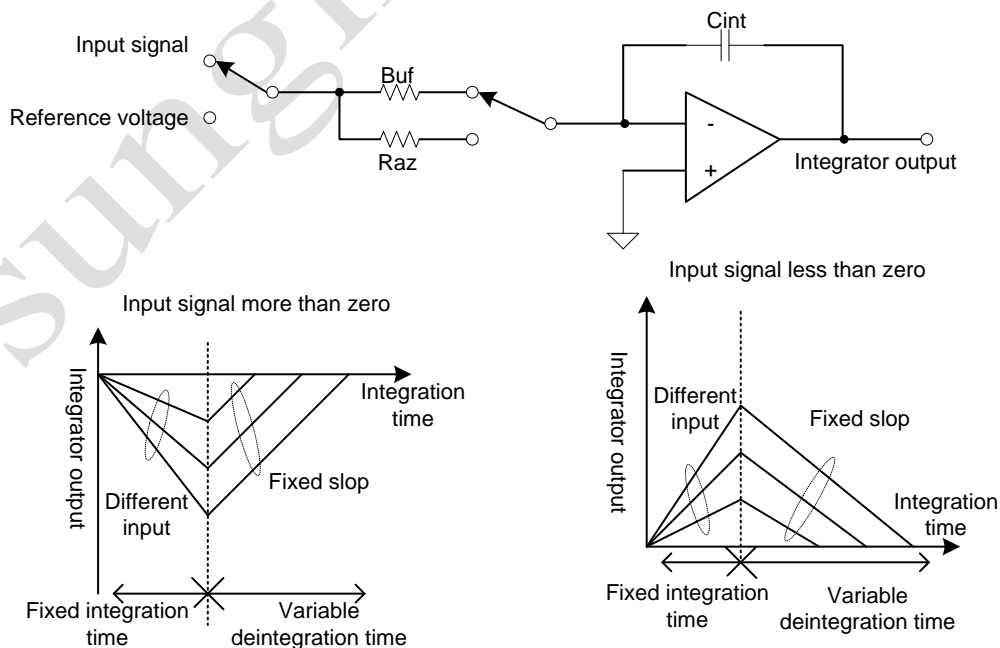

图 2.1 双斜率积分器的结构和它的输出波形
- ◆ GC7166 是一款双斜率的模数转换芯片(ADC)。图 2.1 是 GC7166 的集成结构框架。GC7166 的测量周期由 2 个截然不同的阶段：输入信号积分阶段 (INT) 和参考电压反积分阶段 (DINT)。
- ◆ 在 INT 阶段，输入信号被积分一个固定的时间。然后进入 DINT（反积分）阶段，在这个阶段里，一个相反极性的参考电压被积分，直到积分器的电压输出为零。因为输入信号的积分时间和参考电压都是固定值，所以反积分的时间就与输入信号成比例。因此，我们可以用数学方程式表示输入信号与参考电压的关系（见图 2.1）：
- ◆ 针对各种转换速率和输入范围的应用需求，AD 转换的外部元器件的值我们建议使用图 2.1 中所示的标称值以获得更好的性能。在默认情况下，当操作时钟为 4 MHz：